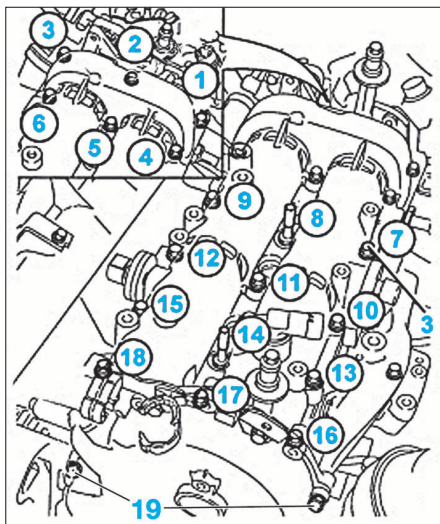

FIG. 29
- Dans un premier temps, serrer les vis de fixation de (1) à (6) à 0,9 daN.m en bout de carter du côté opposé à la distribution (Fig.29).
- Desserrer les vis de fixation (19) du carter de distribution sur le carter d'arbre à cames.
- Préserrer ensuite, les vis de (7) à (18) dans l'ordre indiqué à 0,9 daN.m.